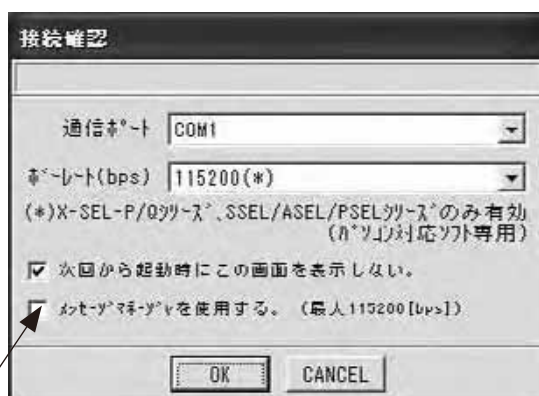

図 1.36 接続確認画面（V7.2.0.0以降）
パソコン対応ソフトのV7.2.0.0以降は、図1.36の接続画面が表示されます。
- ④ XSEL-P/Q (アプリ部 V0.36 以降)、XSEL-PX/QX (アプリ部 V0.17 以降)、SSEL、ASEL、PSEL (アプリ部 V0.01 以降) との接続の場合は、接続後、複数プログラム同時起動許可、禁止設定画面 (図 1.36) が表示されます。